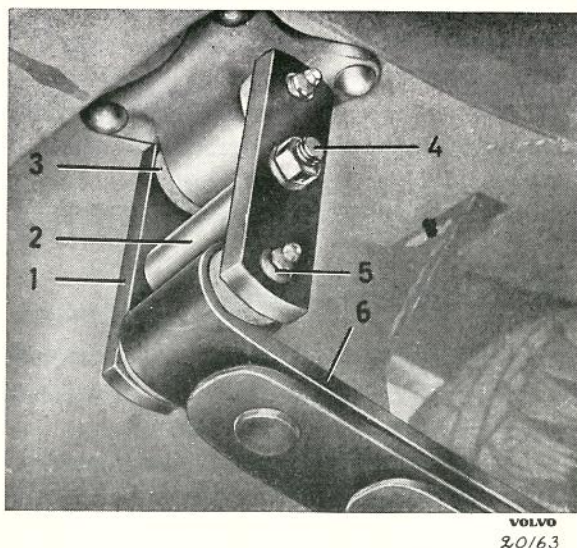

Bild 8. Bakre bakfjäderhänke, P 210
4. Skruva ur främre fjäderbulten. Lossa bakre fjäderhänket genom att demontera spännskruven (4 bild 8) hylsan (2) och sidohängslena (1). Fjäders raka del (A) kan nu tagas bort.
3. Skruva i de bakre fjäderbultarna så, att deras koniska ändar sticker ut lika mycket på båda sidor. Har övre fjäderbulten vinkelsmörjnippel (tidigare utförande) vändes båda smörjnippelarna utåt. Har övre fjäderbulten rak smörjnippel (senare utförande) vändes båda smörjnippelarna inåt (bild 8).
4. Sätt på nya korkpackningar (3 bild 8). Dessa bör före monteringen uppmjukas i varm olja. Gör rent de koniska hålen i fjäderhängslena samt montera dessa (1). Montera hylsan (2) samt sätt i spännskruven (4) med bricka och mutter. Slå ett par slag på hängslenas yttersidor och drag till muttern på spännskruven.